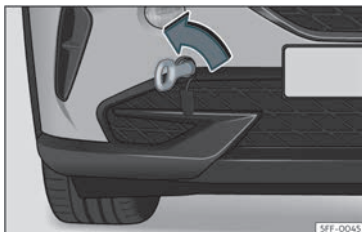

Fig. 44 Parte direita do para-choques dianteiro: argola de reboque enroscada.
- Enrosque a argola de reboque no alojamento girando-a ao máximo **no sentido contrário ao dos ponteiros do relógio** >>> **Fig. 44** >>> **!**. Utilize um objeto adequado com o qual possa enroscar completa e firmemente a argola de reboque no seu alojamento.